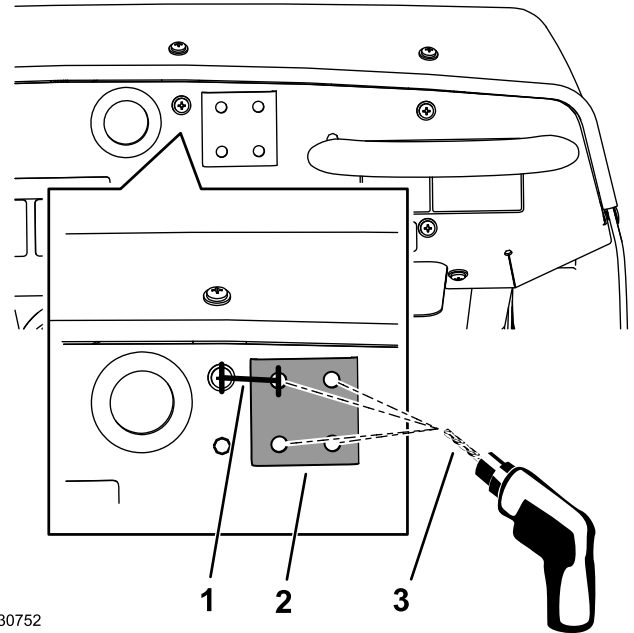

図 151
1. 機体のダッシュボード部の、ハトメ穴の右側にあるダッシュパネル固定ねじを探し出す 図 151。
2. ねじの中心から右に 33.3mm の位置に、鉛筆で縦線を引く 図 151。
5. ポンチマークに、ドリルで直径 8mm の穴を開ける 図 151。
7. ダッシュパネルの上側エッジにスティフナプレートを水平に合わせ、スティフナプレートを型紙にして、残り 3 つの穴を開ける 図 151。